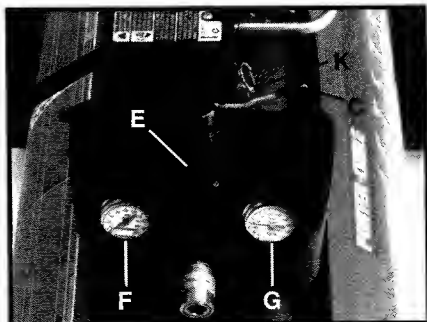

Fig. 3
Interrupteur ON/AUTO – OFF (C) Fig. 3 : Mettez cet interrupteur à ON pour alimenter le manostat automatique et à OFF pour mettre hors tension à la fin de chaque utilisation.
Régulateur (E) Fig. 3 : La pression provenant du réservoir est régulée par le régulateur. Tirez sur le bouton du régulateur pour le DÉVERROUILLER. Tournez le bouton du régulateur en sens horaire pour augmenter la pression et en sens anti-horaire pour la diminuer. Pour éviter d'avoir à corriger légèrement après réglage, approchez toujours la pression souhaitée par le bas. Pour réduire la pression, décroissez-la d'abord à une valeur inférieure à celle désirée puis accroissez-la jusqu'à la pression souhaitée. Suivant les besoins en air de chaque accessoire donné, il se peut qu'il faille ajuster la pression régulée à la sortie pendant l'utilisation de l'accessoire. Poussez le bouton du régulateur vers le bas pour le VERROUILLER à la pression choisie.
Manomètre pour pression de sortie (F) Fig. 3 : Le manomètre pour pression de sortie indique la pression d'air disponible sur le côté sortie du régulateur. Cette pression est contrôlée par le régulateur et est toujours inférieure ou égale à la pression du réservoir. Reportez-vous au « Mode de fonctionnement ».
Manomètre pour pression du réservoir (G) Fig. 3 : Le manomètre pour pression du réservoir indique la pression d'air de réserve dans le réservoir.
Soupape de sûreté (K) Fig. 3 : Si le manostat ne met pas le compresseur d'air à l'arrêt à son réglage de pression de déclenchement, la soupape de sûreté protégera contre la haute pression en « sortant » à sa pression réglée en usine (légèrement plus élevée que le réglage de déclenchement du manostat).